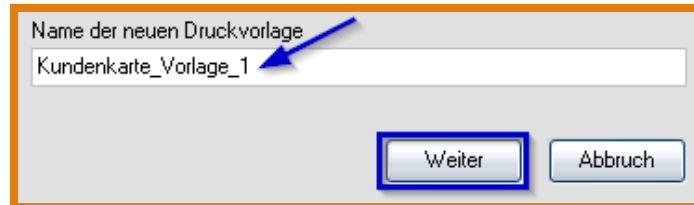

Abbildung 11.9: Kundenkartendrucker Vorlage anlegen
- Benennen Sie die Druckvorlage und bestätigen Sie mit (Abbildung 11.9)